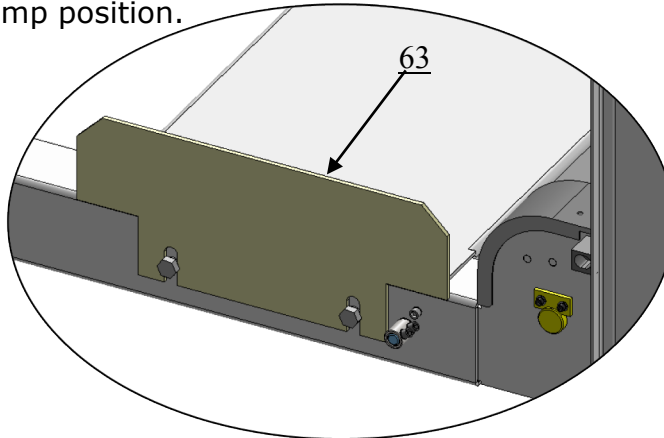

Fig. 30
2. Connection Step (**See Fig. 30**)